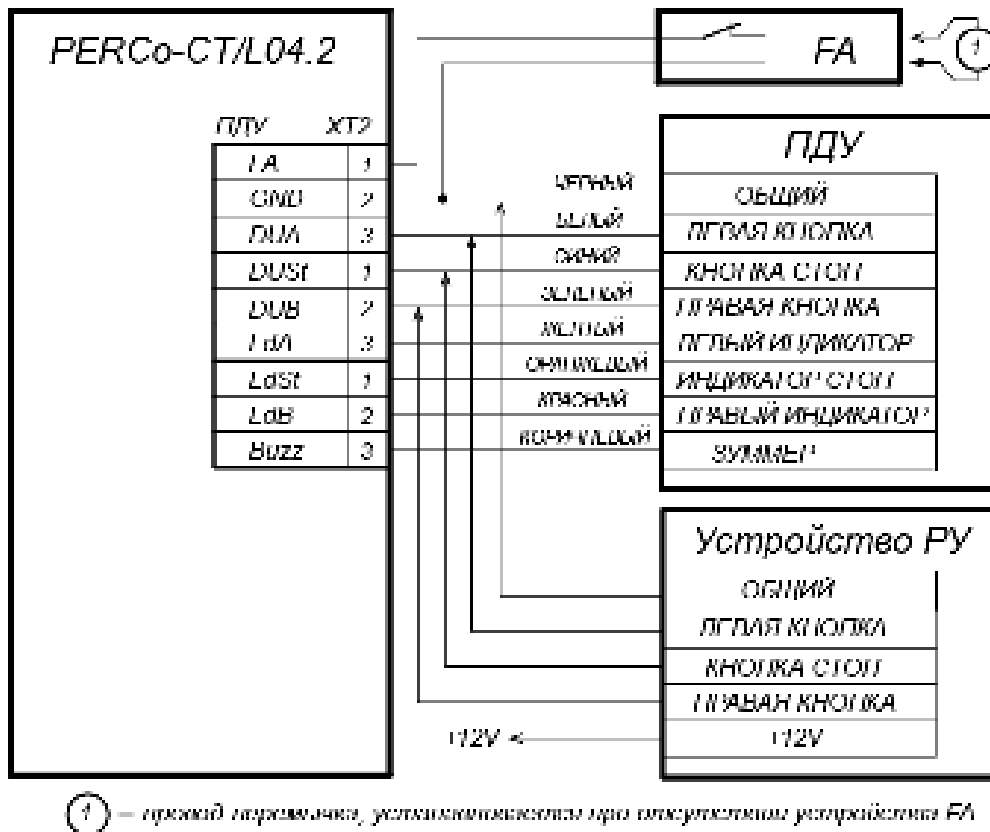

Рисунок 10. Схема подключения ПДУ или устройства РУ для вариантов конфигурации «Контроллер для управления турникетом» и «Контроллер АТП»
4. ПДУ (или устройство РУ) подключается к клеммной колодке **XT2** нижней платы контроллера согласно схеме, представленной на рис. 10.
Подключение осуществляется к контактам клеммной колодки **XT2** (см. рис. 10).